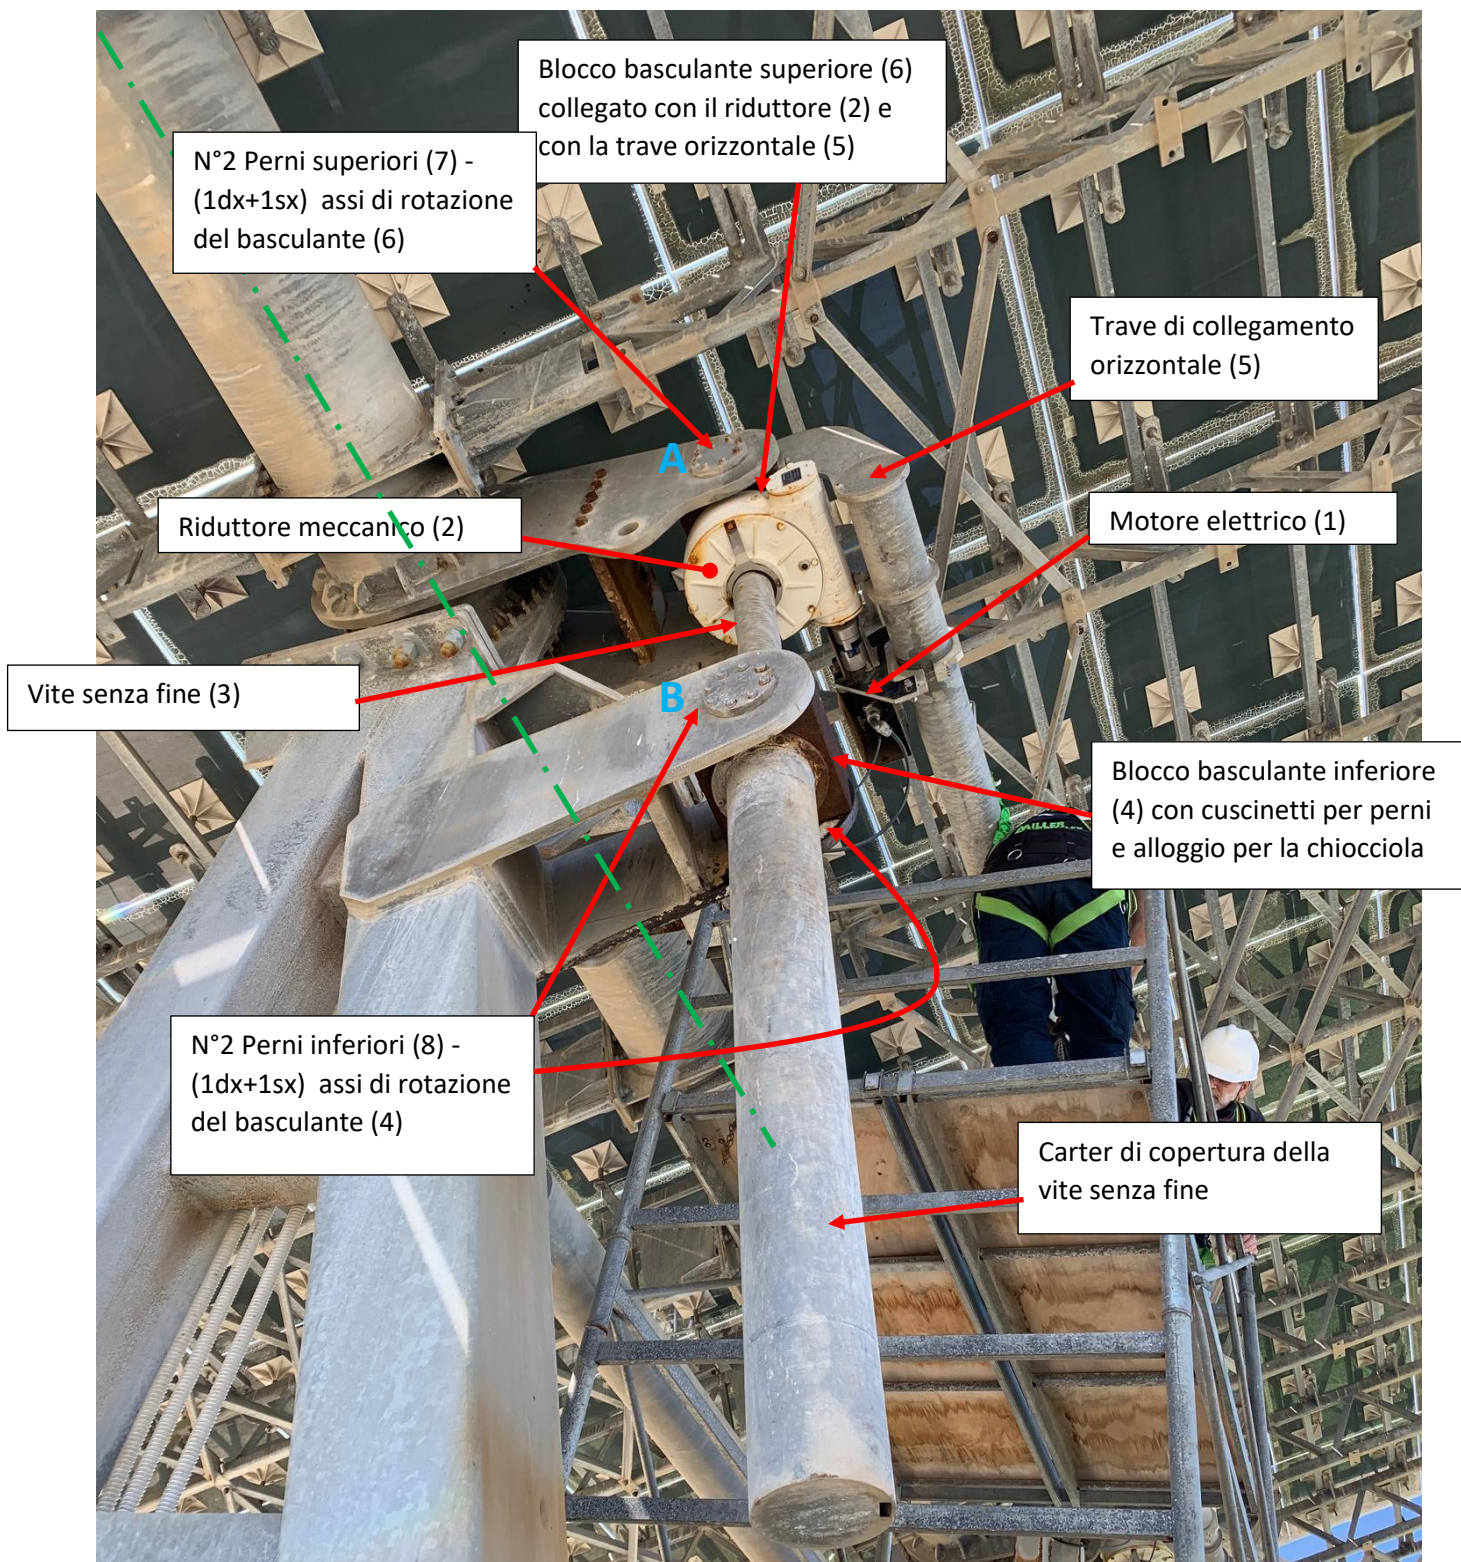

Fig1- Vista del sistema di movimentazione in elevazione dell'eliostato
Si tratta di un sistema a vite senza fine con chiocciola a ricircolo di sfere. Con riferimento alla figura 1, durante il giorno la distanza tra i punti A (solidale al piano degli specchi e quindi mobile) e B (solidale alla struttura di base e quindi fisso) varia provocando la rotazione attorno all'asse orizzontale dell'intero piano degli specchi (linea verde tratto-punto in Fig.1) . Il movimento parte da un motore elettrico (1) collegato ad un riduttore meccanico (2) il cui albero cavo lento è collegato ad una estremità della vite senza fine (3). Il riduttore meccanico (2) è montato sul blocco basculante superiore (6) che è incernierato in A alla struttura mobile mediante la coppia di perni superiori (7).